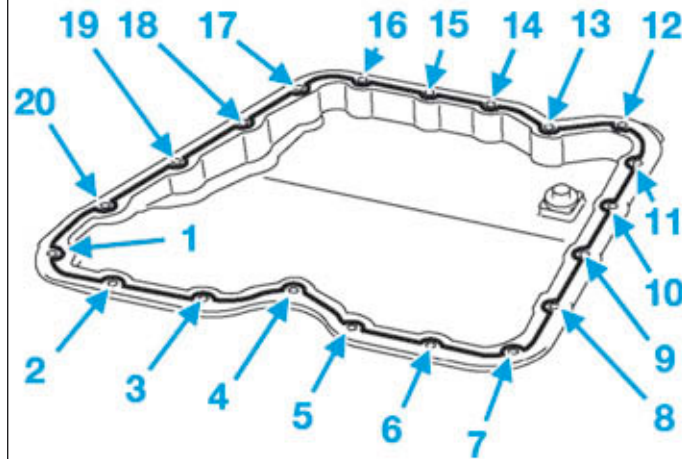

FIG.105
- Serrer dans l'ordre les vis (Fig.105) du carter d'huile à 1,6 daN.m.